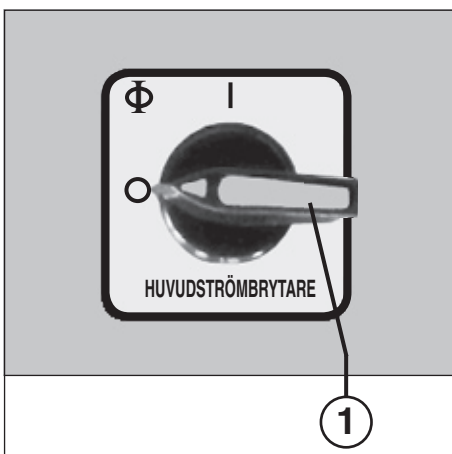

Fig. 1
(Fig. 1, 2 och 4):
- 1 = Huvudströmbrytare (nödstopp) (fig. 1).**